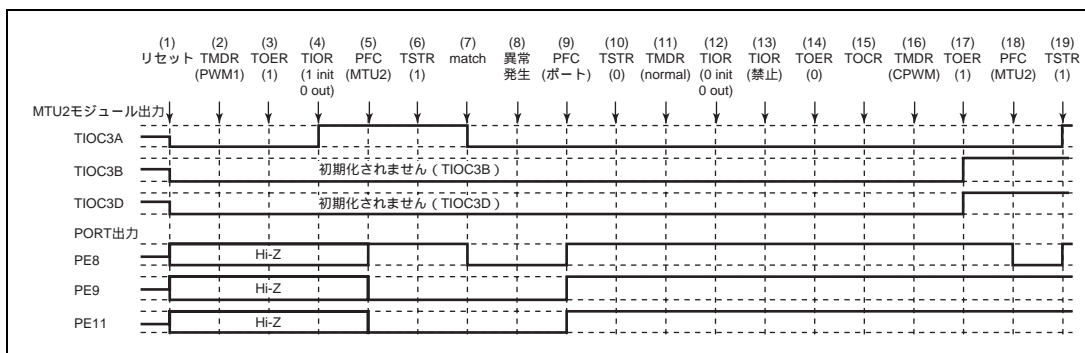

図 10.148 PWM モード 1 で異常が発生し、相補 PWM モードで復帰する場合
PWM モード 1 で異常が発生し、再設定後相補 PWM モードで再スタートする場合の説明図を図 10.148 に示します。
(1) ~ (14) は図 10.148 と共通です。
(15) TOCR でリセット同期 PWM の出力レベルと周期出力の許可禁止を選択してください。
(16) リセット同期 PWM を設定します。
(17) TOER でチャンネル 3、4 の出力を許可してください。
(18) PFC で MTU2 出力としてください。
(19) TSTR で再スタートします。